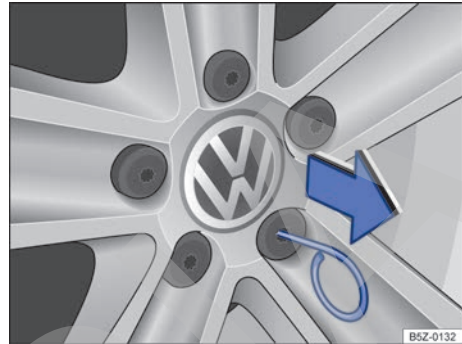

Fig. 159 Retire los capuchones de los tornillos de rueda.
- Pase el gancho extractor por la abertura del capuchón → fig. 159 y retírelo en el sentido de la flecha.